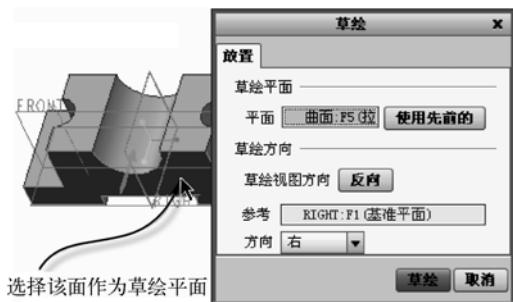

图 3-14 选择草绘平面
- 4 选择如图 3-14 所示的实体面作为草绘平面, 接受默认的草绘方向设置, 单击“草绘”按钮, 进入草绘模式中。